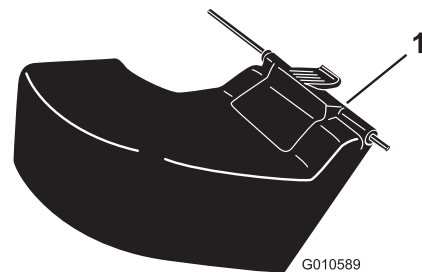

Figuur 7
5. Haal de peilstok eruit en controleer het oliepeil (Figuur 7).